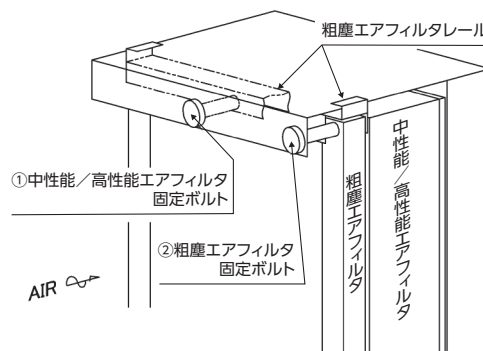

図2-14 エアフィルタの交換
- ・ エアフィルタ組込後は①中性能／高性能エアフィルタ固定ボルトを締め付け後に、②粗塵エアフィルタ固定ボルトを締め付け、エアフィルタをしっかり抑えつけてください。(図2-14参照) エアフィルタの抑えが不十分なまま運転すると、コイルのフィンや動力制御盤に虫、塵埃が付着して、冷暖房能力や風量の低下、機器の故障の原因になります。